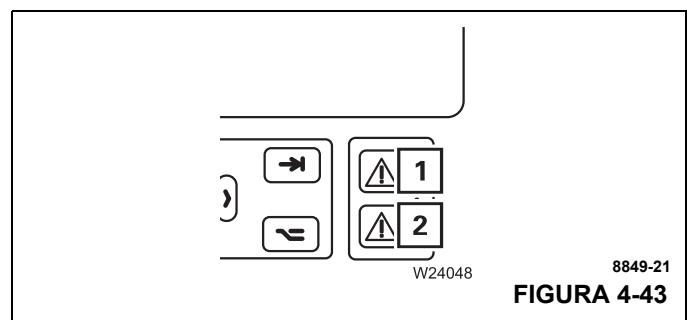

FIGURA 4-43
- Presione el botón (3) una vez; los símbolos (1) y (2) dejan de parpadear.
Las luces (1, Figura 4-43) y (2) se apagan. El código de RCL se ha aplicado.